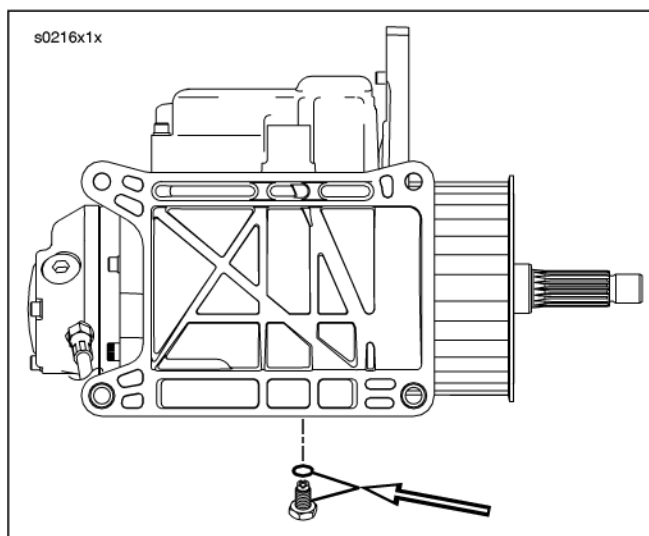

Figura 52. Tappo di scarico della trasmissione con anello di tenuta
2. Vedere la Figura 52. Rimuovere il tappo di scarico dell'olio del cambio e scaricare l'olio in un apposito recipiente.